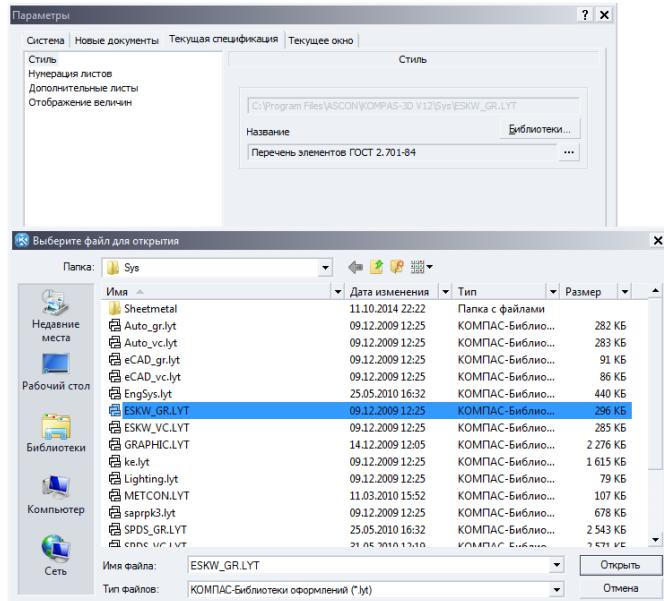

Рис. 8.1. Задание стиля перечня элементов
1. Необходимо создать новый документ- *Спецификация*. И в этом документе изменить стиль. Меню *Сервис-Параметры*. Выбрать вкладку *Текущая спецификация стиля*. Нажать кнопку *Библиотеки* и выбрать *ESKW\_GR.LYT* (рис. 8.1).